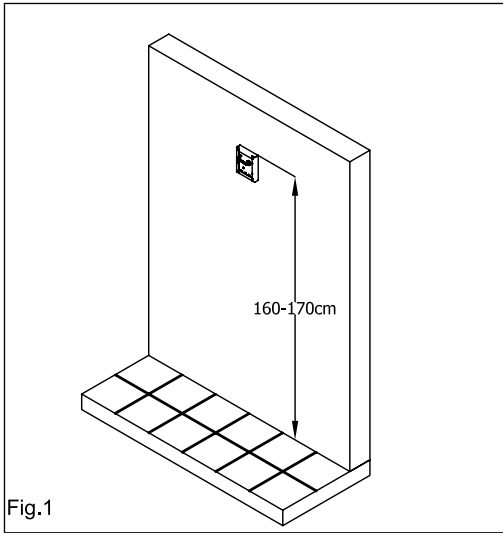
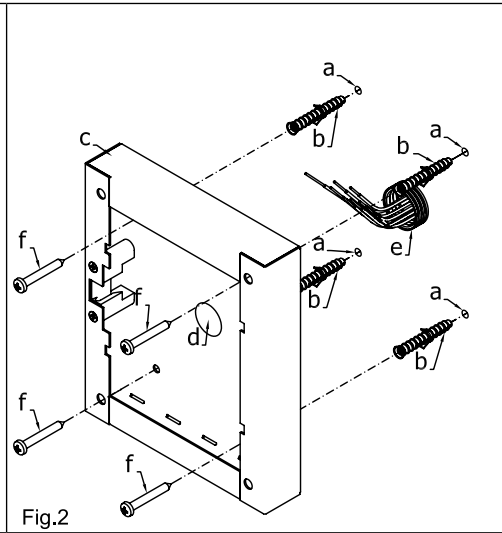

Fig.1
Fig.2
1. Appoggiare la scatola da superficie alla parete lasciando circa 165-170cm tra la parte alta della scatola ed il terreno come mostrato in figura 1 quindi prendere i riferimenti per i fori di fissaggio tenendo presente che il gruppo di fili **e** (fig.2) deve passare attraverso l'apertura **d** presente sulla scatola da superficie. **Se non indicato, il verso di montaggio della scatola deve essere tale da far rimanere la cerniera sulla sinistra;**
1. Dopo aver opportunamente protetto i fori di fissaggio per il supporto moduli, murare la scatola da incasso ad una altezza tale da avere circa 165-170cm tra la parte alta della scatola e il terreno avendo cura di far passare il gruppo di fili e (fig.2) attraverso uno dei fori precedentemente aperti sul fondo della scatola. **Se non indicato sul fondo della scatola, il verso di muratura deve essere tale da lasciare la cerniera sulla sinistra. Fare attenzione affinché la scatola sia murata a filo muro finito;**
1. Place the surface box against the wall (165-170cm between the top of the box and the floor level as shown in figure 1) and mark the fixing holes for the wall plugs and hole for the cables **e** (fig.2). **Observe the orientation of the box with the hinge on the left;**
2. As shown on figure 2, drill the fixing holes **a**, insert the wall plugs **b** and feed the cables **e** through the surface box opening **d**, fix surface box **c** to the wall using the screws **f**;
1. Protect the module support frame fixing holes from dust then embed the back box into the wall (165-170cm between the top of the box and the floor level as shown on the figure 1) feeding the cables **e** (fig.2) through a previous opened hole in the box. **Observe the direction of the box ensuring the hinge is on the left and take care that the box profile is in line with the finished wall profile;**